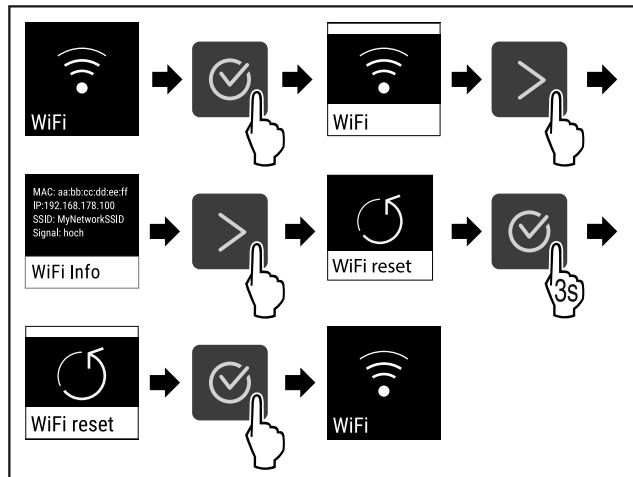

Fig. 87
- ▶ Obavite korake postupka (pogledajte Fig. 87).